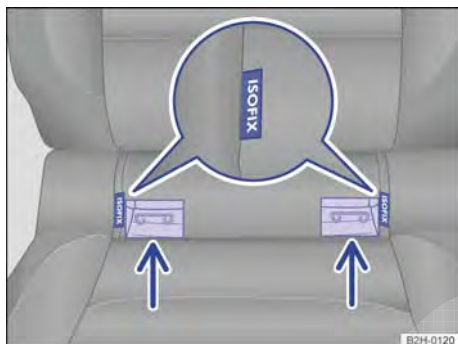

Fig. 75 No banco do veículo: identificação dos pontos de ancoragem inferiores para cadeiras de criança.
2 olhais de retenção para cada cadeira, os chamados pontos de ancoragem, encontram-se entre o encosto e o banco nos assentos laterais do banco traseiro → Fig. 75.
- Colocar a cadeira de criança nos olhais de retenção no sentido das setas → Fig. 75. As aberturas de introdução encontram-se perpendicularmente ao lado da inscrição ISOFIX. A cadeira de criança deve engatar de modo seguro e audível (clique).
- Posicionar a cadeira de criança sobre a superfície do banco e prender os ganchos dos cintos de fixação nos olhais de fixação → Fig. 75, desde que os cintos de fixação tenham sido fornecidos juntamente com a cadeira de criança.